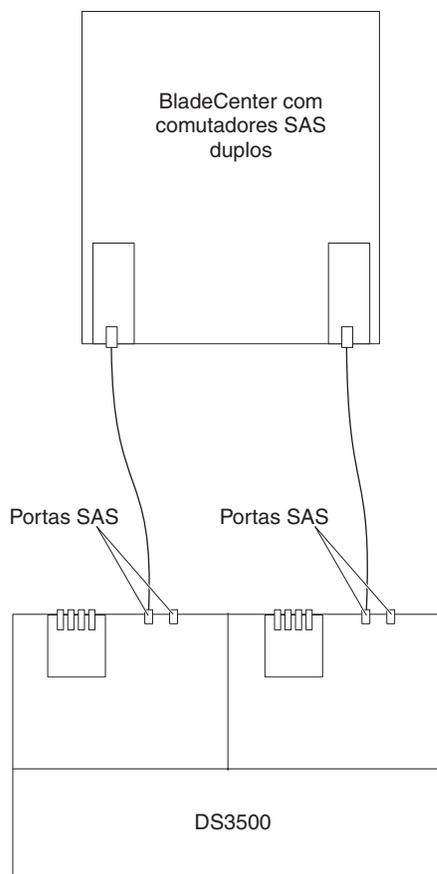

Figura 72. Exemplo de um DS3500 Conectado a uma Unidade do BladeCenter
2. Para criar uma conexão de host redundante, conecte um cabo SAS de um segundo módulo de conectividade SAS a um conector do host no outro controlador no DS3500. É possível criar no máximo duas conexões de host redundantes em um DS3500 de controlador dual, uma conexão a partir de cada centro blade para a porta do host do controlador DS3500 conforme mostrado em Figura 72 na página 84.
Figura 72 na página 84 mostra um exemplo de um DS3500 que está conectado a uma unidade BladeCenter.